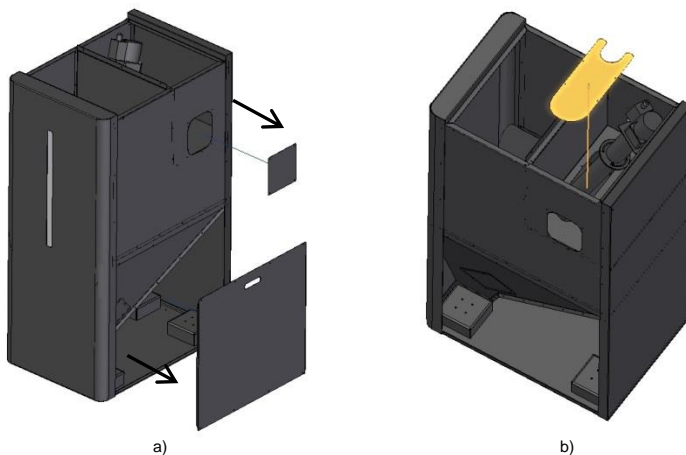

Figura 40 – Rimozione dei coperchi laterali e del supporto interno
- 2 – Successivamente, rimuovere i due coperchi laterali (Figura 40-a) e l'elemento che fissa il canale a coclea, all'interno del silo (Figura 40-b)